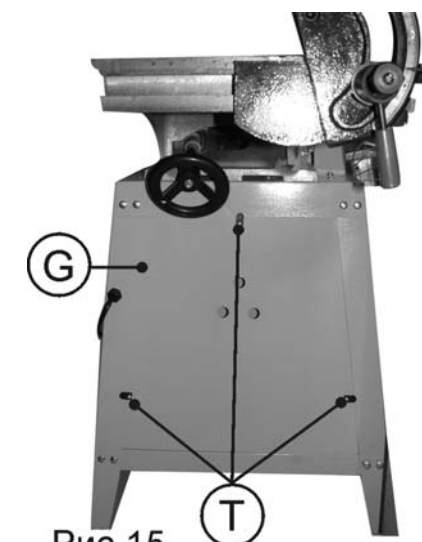

Рис.15
- 8.8.6. Установите правую боковую панель (G), как показано на Рис. 15, при помощи трех фиксаторов (Т), придерживая ее тремя пальцами через отверстия в панели.